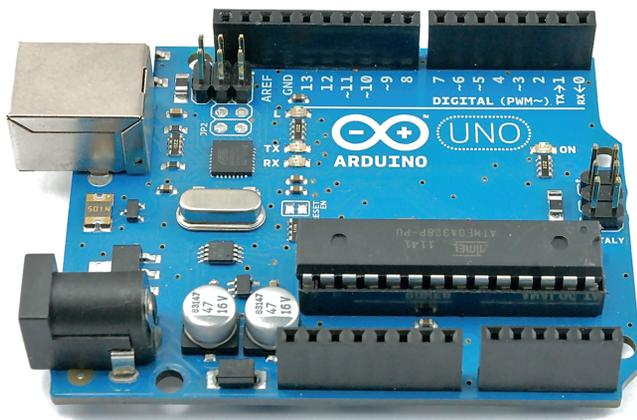

Figure 1-1. Une platine Arduino Uno Revision 3
Il existe un vaste choix de cartes Arduino. Dans ce livre, nous nous concentrerons sur le modèle le plus répandu : Arduino Uno (figure 1-1). Une carte Arduino coûte un peu moins cher qu'un Raspberry Pi. Il vous faudra déboursier 25 € environ pour une Arduino Uno.
- Raspberry Pi est doté de deux rangées de broches GPIO (*General-Purpose Input/Output*, en haut à gauche sur la figure 1-1) auxquelles vous pouvez connecter directement des composants électroniques, tels que des LED, un écran, des moteurs, ainsi que les différents types de périphériques de sortie utilisés pour la réalisation des montages présentés dans ce livre.